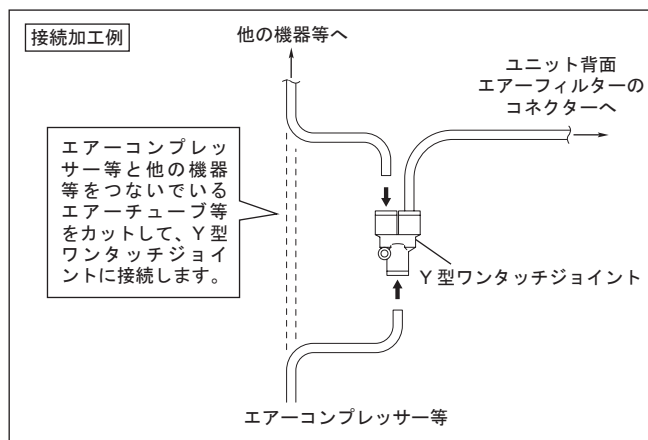

図 2
- 2) エアチューブのもう一方の Y 型ワンタッチジョイントを、図 2 を参考に加工してエア元 (エアコンプレッサー等) に接続します。